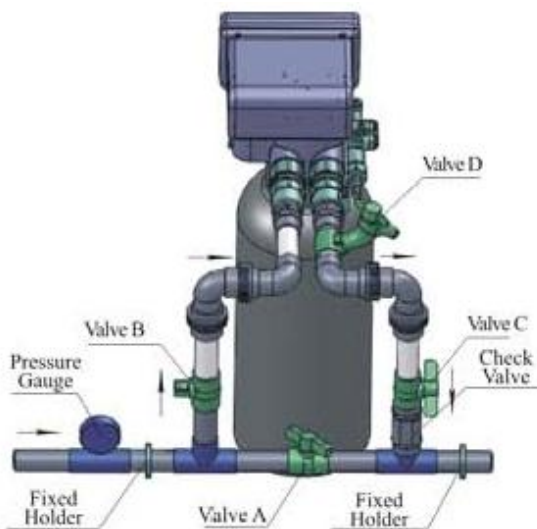

Figure 1-3
4. Присоединение к трубопроводу (см. рис. 1-3).